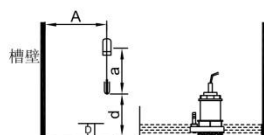

图1
- 浮球动作长度a必须小于槽壁与电缆距离A, 浮球控制最低水位d必须大于水位D。(见图1)